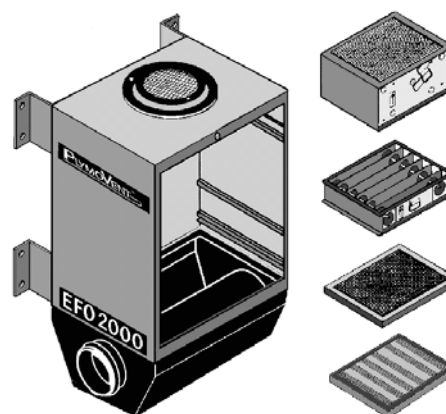

Рис. 8.2
- 8.2. Извлеките осадительную и ионизационную кассету, предварительный фильтр и гидрофильтр (см. рис. 8.2).